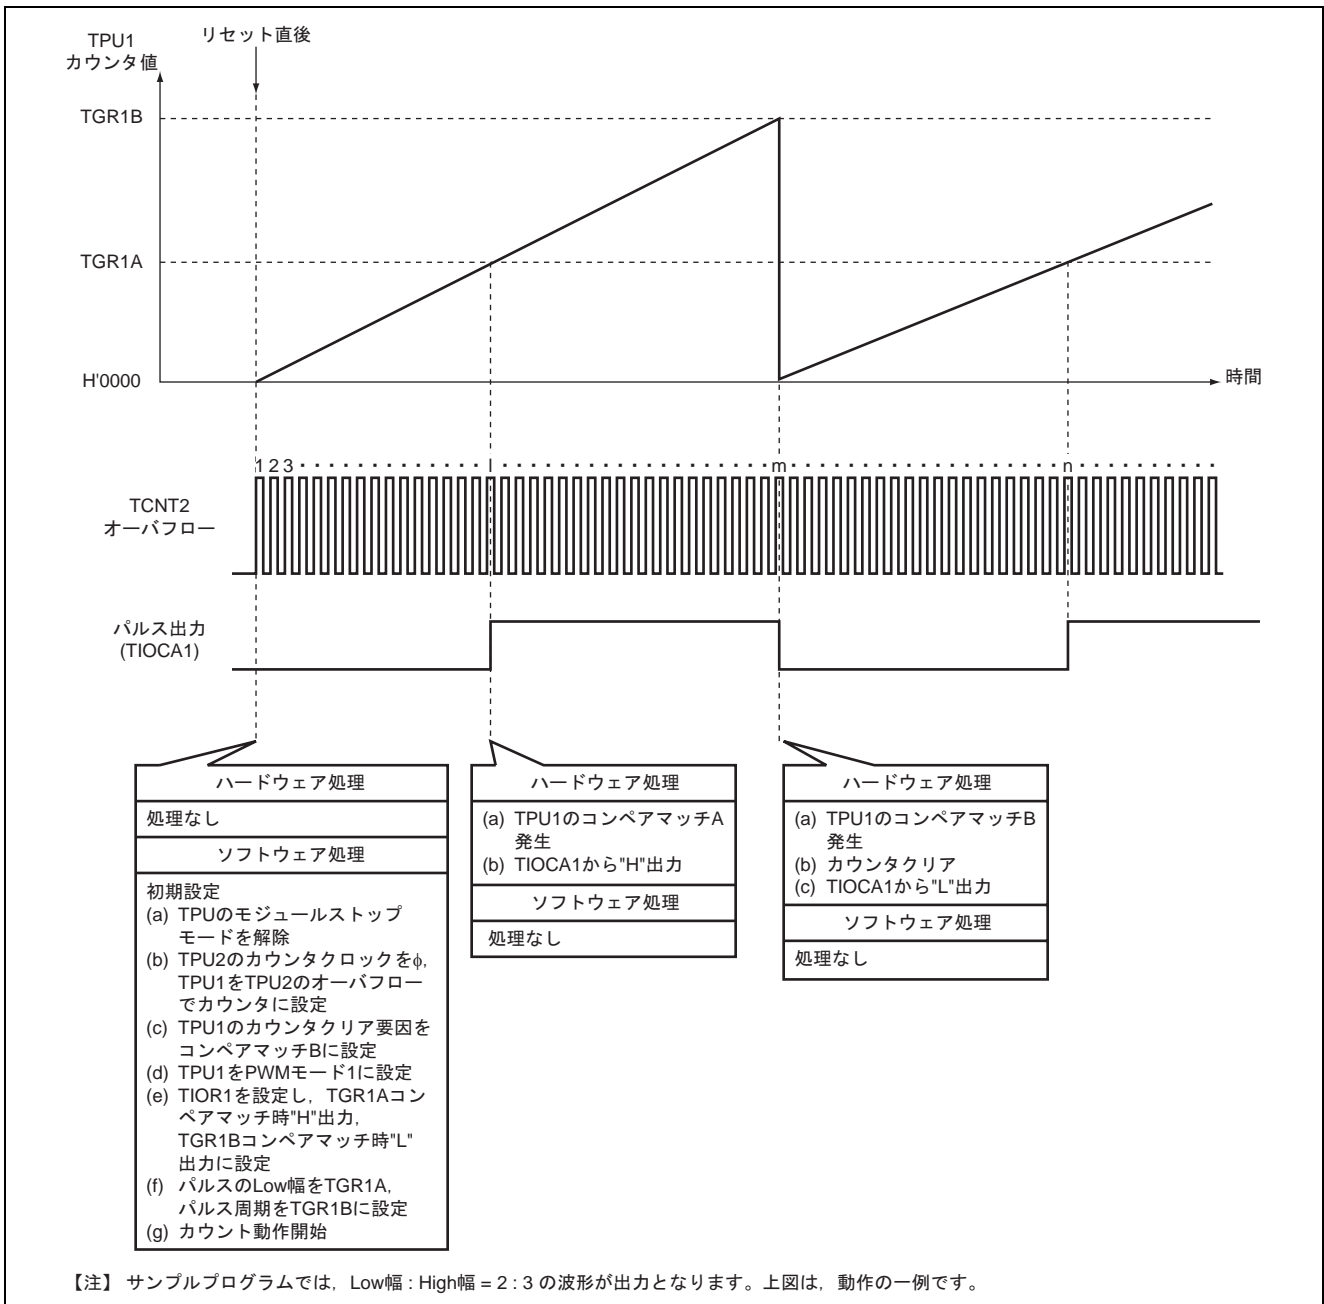

図3 長周期パルス出力動作原理
(1) 図3に動作原理を示します。図3に示すようにH8S/2339のハードウェアの処理およびソフトウェアの処理により長周期パルス出力します。